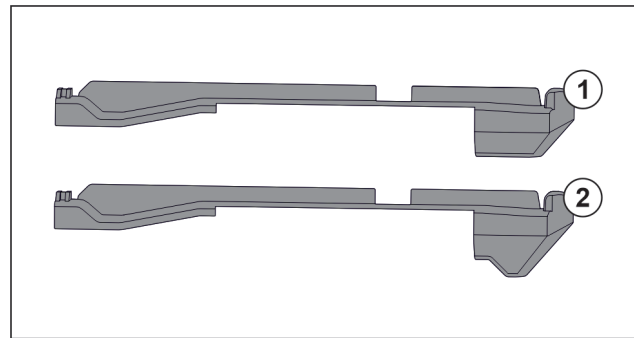

Fig. 78 Comparaison des éléments emboîtables
L'appareil comprend deux éléments emboîtables différents. L'élément emboîtable au-dessus du tiroir inférieur Fig. 78 (2) a un bord triangulaire. Tous les autres éléments emboîtables Fig. 78 (1) ont un bord droit.
- Poser l'élément emboîtable Fig. 78 (2) avec le bord triangulaire sur le tiroir inférieur.
- Poser l'élément emboîtable Fig. 78 (1) avec le bord droit à tous les autres endroits.